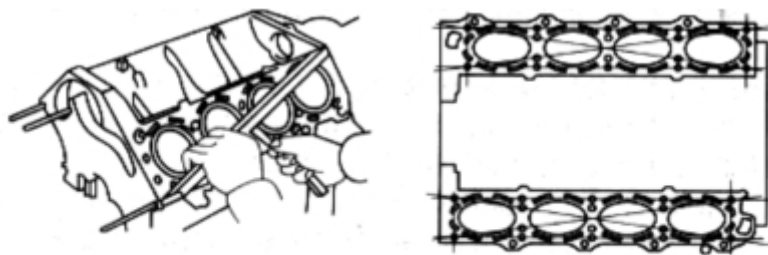

图 2.20 气缸体变形的检测
(1) 器材用具 丰田发动机气缸体、气缸盖与气缸垫各若干个；钢直尺或刀形尺若干把，塞尺、游标高高尺、弹簧秤和游标卡尺若干；检测平台若干块，内径百分表与量程为 75~100mm 的外径千分尺若干套；最大量程为 1MPa 的水压机；常用工具若干套。
(2) 注意事项 ①在准备工作阶段，要彻底清除缸体的油污、积炭、水垢等。②修磨气体上平面时，磨削量不要过多，以免缸体报废。③不要在发动机修理台架上测量气缸直径，以防因缸体被夹紧变形而测量不准。④测量气缸时，一定要保持测杆与气缸中心线垂直。⑤气缸磨损超过最大一级修理尺寸时，应镶配缸套。⑥只要有一个气缸需镗、磨或更换缸套，其余各缸应同时更换，以保持发动机各缸一致性。⑦注意安全文明生产。
(3) 操作步骤 ①气缸体上平面的检测。气缸体的变形主要表现为翘曲。检测方法和气缸盖相同，如图 2.20 所示。